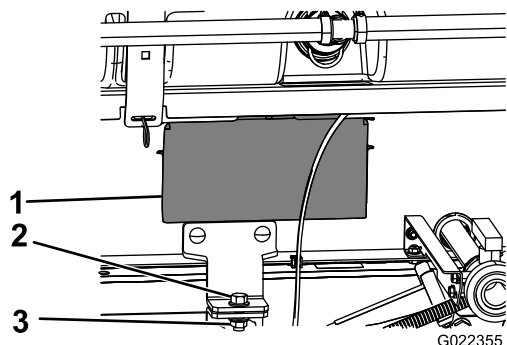

Рисунок 13
12. С помощью панелей доступа с обеих сторон рамы бака проверьте, чтобы не было защемления шлангов или жгутов проводов (Рисунок 13).
15. Прикрепите раму бака в сборе к раме машины с помощью болта (1/2 x 1 1/2 дюйма) и контргайки (1/2 дюйма), как показано на Рисунок 13.